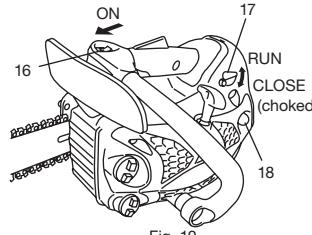

Fig. 10
Démarrage (Fig. 10, 11)
1. Placez le commutateur "marchearrêt" (16) en position "marche" (ON).
• Presser la poire de la pompe d'amorçage (18) (si la machine en est munie) à plusieurs reprises pour que le carburant puisse s'écouler vers le carburateur (Fig. 10).
2. Poussez le levier d'étranglement (17) à fond vers le bas. Cette opération permettra de verrouiller automatiquement le papillon du carburateur dans la position de démarrage. (Fig. 10)
3. Tirer vivement sur la poignée du lanceur à retour automatique (6), ne pas relâcher la poignée brusquement mais d'accompagner son retour (Fig. 10).
4. Lorsque vous entendez que le moteur va démarrer, tirer la gâchette d'accélérateur (20) avec la gâchette de sécurité pressée (19). Le papillon des gaz passe ainsi de la position de démarrage à la position de fonctionnement et ramène automatiquement le levier d'étranglement en position de fonctionnement. (Fig.10, 11)